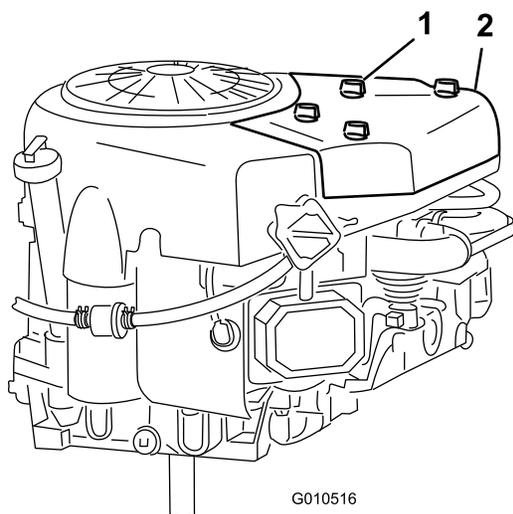

Figure 22
2. Dévissez les boutons et déposez le couvercle du filtre à air (Figure 22).
3. Reposez le couvercle du filtre à air et les boutons (Figure 22).